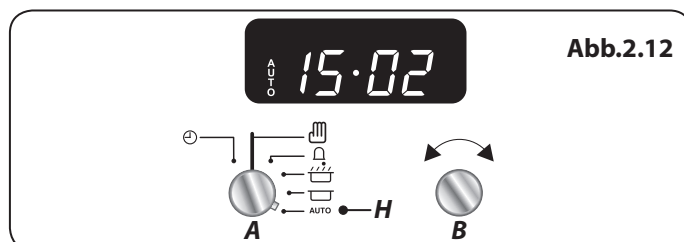

Abb.2.12
5. Drehen Sie den Einstellknopf Timer (A) in die Stellung Auto (H) (**Abb.2.12**). Wenn die aktuelle Uhrzeit und das Wort „AUTO“ auf dem Display angezeigt ist, schaltet sich der Herd ein bzw. aus.